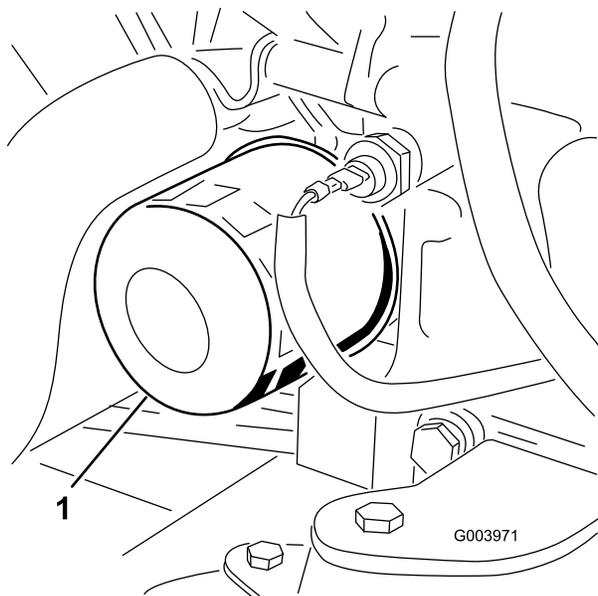

Bild 64
3. Entfernen Sie den Ölfilter (Bild 64).